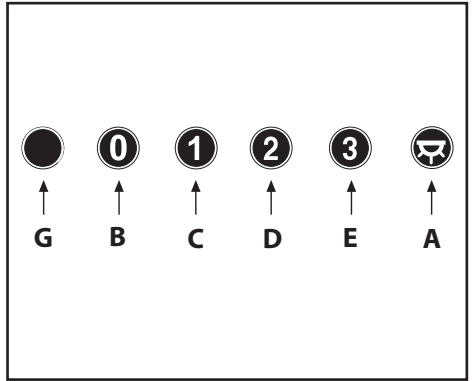

Fig.6
• **Comandi meccanici (Fig.6)** la simbologia è di seguito riportata: